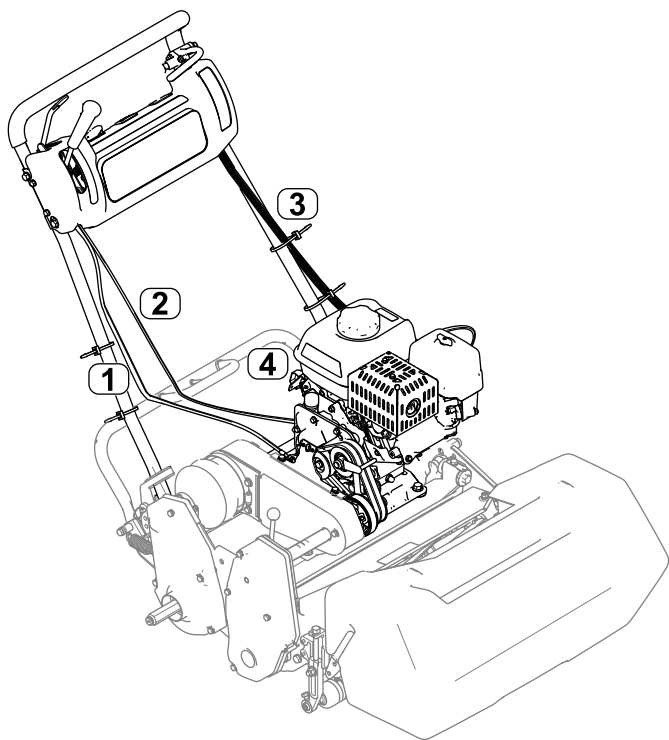

Bild 8
7. Bringen Sie den Gaszug an der Maschine an, siehe *Servicehandbuch* der Maschine (Bild 8).
Hinweis: Achten Sie auf den Verlegeweg des Gaszugs, wie in Bild 8 dargestellt. Verlegen Sie den Gaszug auf der linken Seite des Motor zwischen der Abdeckung des Luftfiltergehäuses und dem Kraftstofftank.
11. Schließen Sie den Kabelbaum am Sicherheitsschaltermodul an und verlegen den Kabelbaum entlang der linken Seite des Holms (**Bild 8**).